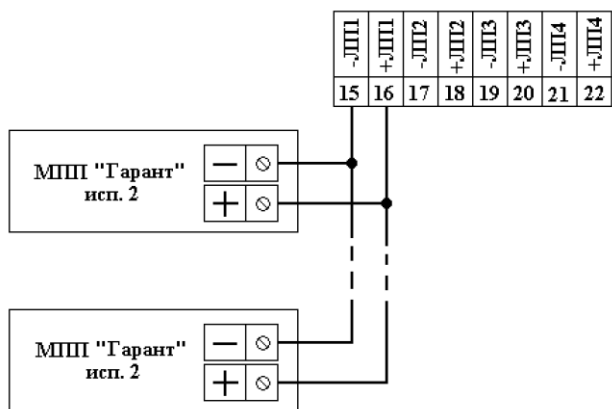

Рис. 11. Схема подключения МПП серии «Гарант» исп. 2 к прибору
7.11 Собрать схему линии пуска (рис. 11) с подключенными МПП серии «Гарант» исп. 2, строго соблюдая полярность.